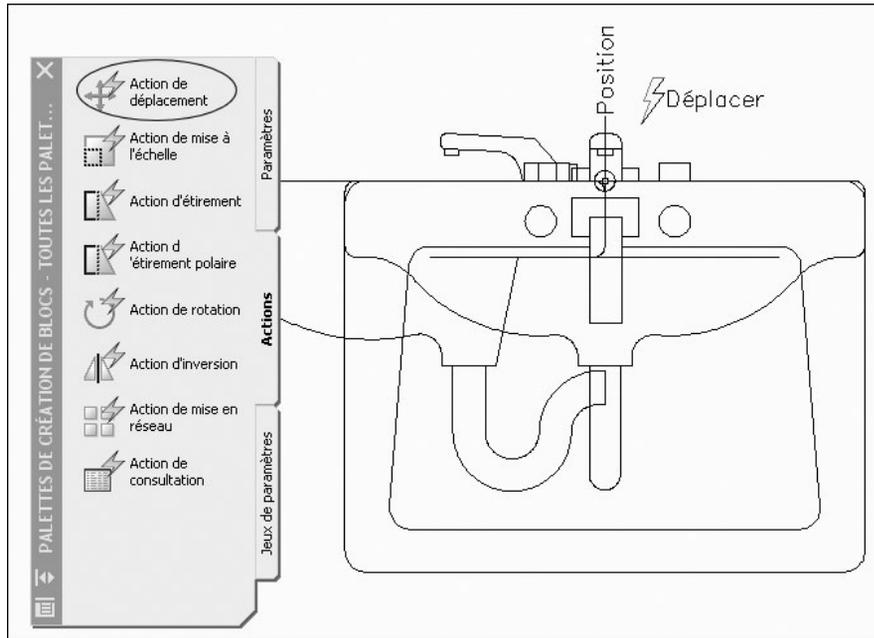

Fig.7.39
- 10 Placer l'icône **Déplacer** (Move) à droite de **Position** (fig.7.39).